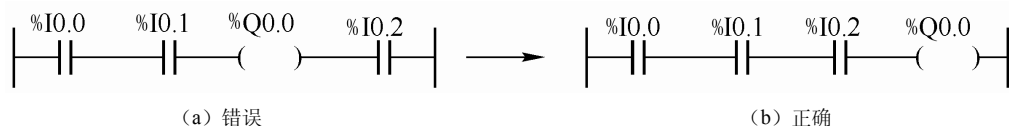

图 6-15 梯形图
① 每一逻辑行总是起于左母线，最后终止于线圈或右母线（右母线可以不画出），如图 6-15 所示。
② 无论选用哪种机型的 PLC，所用元件的编号必须在该机型的有效范围内。例如 CPU1511-1PN 最大 I/O 范围是 32KB。